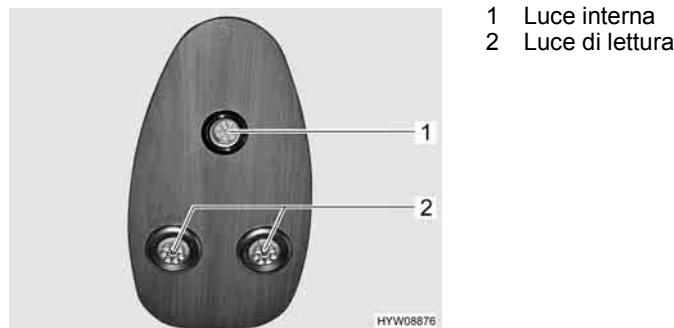

Fig. 84 Luci cabina di guida
La luce interna (Fig. 84,1) si accende automaticamente all'apertura tramite chiave o all'apertura di una delle porte del veicolo.
La luce interna (Fig. 84,1) si spegne automaticamente qualche secondo dopo la chiusura di tutte le porte, dopo la chiusura tramite chiave oppure dopo l'accensione del veicolo.
- Toccare una luce di lettura (Fig. 84,2). La luce di lettura è accesa.